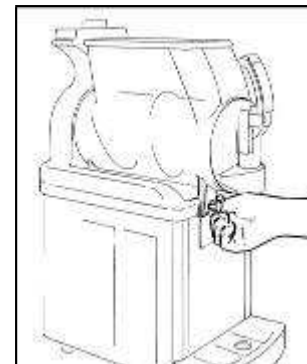

Abb. 39
- Schrauben Sie die zwei Behälterschrauben bis zum Anschlag ein, um den Behälter zu befestigen (Abb. 39).